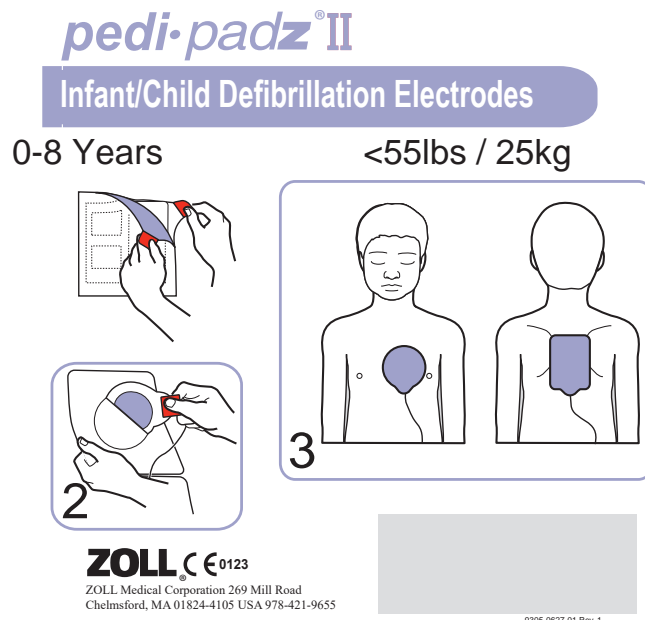

Figure 6 : Placement d'électrodes Pedi-padz II
1. Déchirer l'emballage de l'électrode et déplier l'emballage interne pour exposer les électrodes. Placer les électrodes sur la victime selon l'illustration figurant sur l'emballage (voir figure 6).
2. Détacher l'électrode ronde de son support et la placer sur le thorax de la victime (comme illustré à la figure 6).
4. Tourner la victime sur le ventre, détacher l'électrode carrée de son support et la placer sur le dos de la victime (comme illustré à la figure 6).